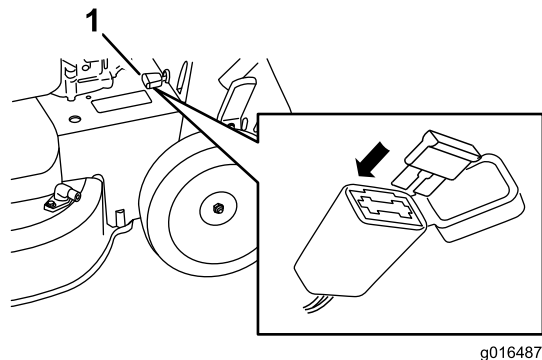

Рисунок 37
1. Откройте герметичный держатель предохранителя и замените предохранитель (Рисунок 37).